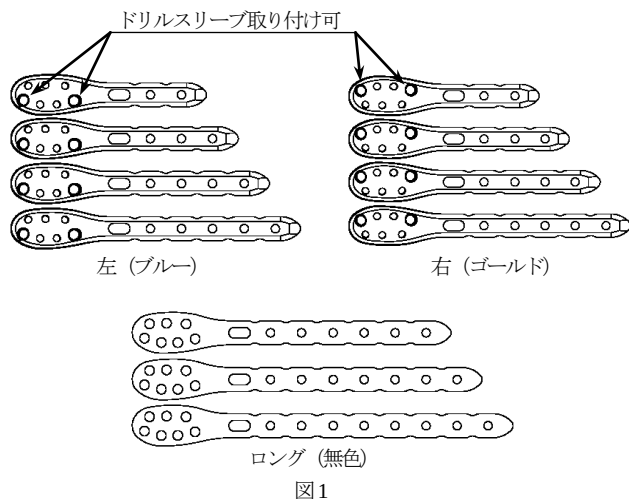

図1
- 骨折部を整復後、トライアルを用いてプレートのサイズ（骨幹部の穴数）を決定します。（図1）